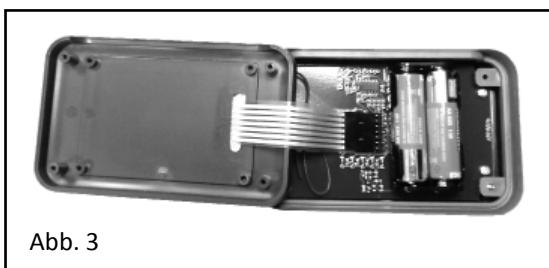

Abb. 3
- Entfernen Sie die 2 verbrauchten Batterien und ersetzen Sie durch 2 neue, wobei Sie die Polarität berücksichtigen. Model AA (Abb. 3).